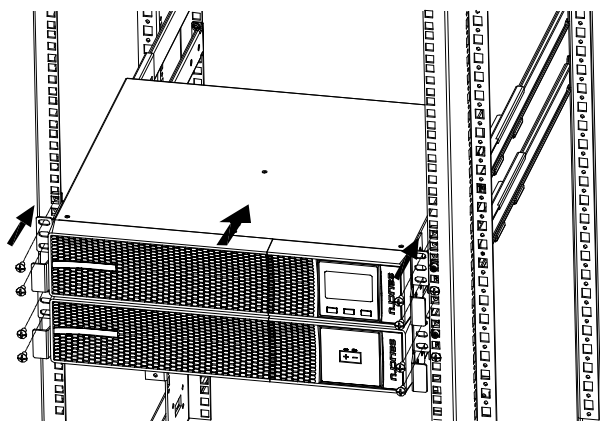

Fig. 6. Montage type rack en armoire de 19", avec extension autonomie (module de batteries).
- Procédez de la manière suivante (voir Fig. 6) :